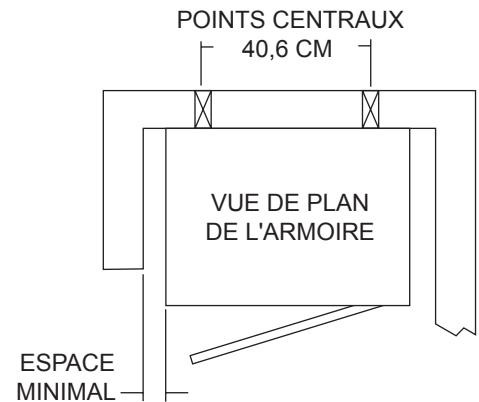

Figure 8
Pour plus de sécurité, fixez l'armoire à une surface solide en laissant le moins d'espace possible de chaque côté. Idéalement, il faudrait fixer l'armoire au mur latéral d'un placard. (Voir la figure 8.)
Les (4) trous de fixation à l'arrière de l'armoire doivent être alignés avec le point central des poteaux muraux. Ces points sont à une distance de 40,6 cm. (Voir la figure 8.) Au besoin, percez de nouveaux trous dans l'armoire.